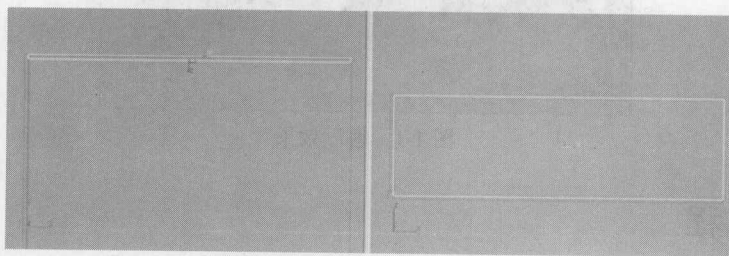

图 1-4 创建的“前墙”造型及位置
(5) 制作前墙, 依次单击  →  → **长方体** 按钮, 在前视图中创建一个长方体, 将其命名为“前墙”, 调整其位置如图 1-4 所示。